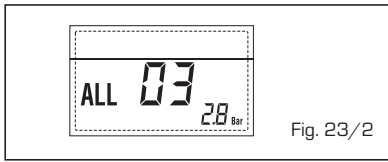

Fig. 23/2
**- ANOMALÍA Sonda SANITARIO "ALL 04" (fig. 23/3)**